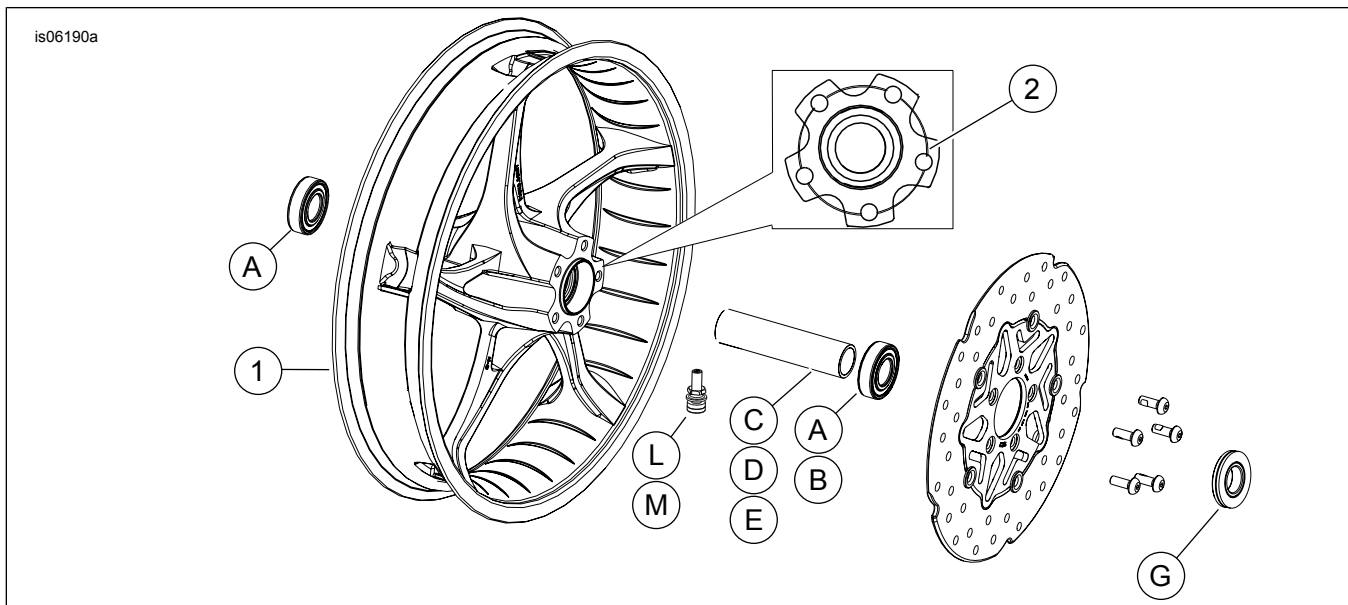

Figure 1. Pièces détachées : Roue avant Stinger
Voir Figure 1 et les tableaux des pièces détachées.
2. Voir Figure 1. Installer l'ensemble de tige de valve (L ou M) sur la roue. Voir le manuel d'entretien.